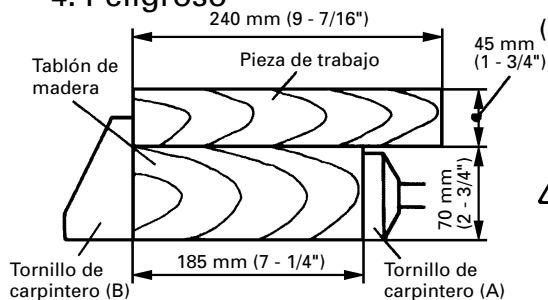

Fig. 19
- (1) En la Fig. 19 se muestran las dimensiones de una pieza de trabajo a cortarse en ángulo recto (0°). La utilización de una placa, como se muestra en la figura, permitirá el corte de piezas de trabajo de hasta 240 mm (9-7/16") de anchura x 45 mm (1-3/4") de altura.